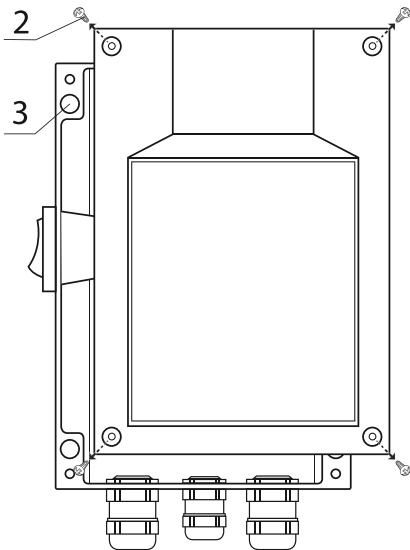

Рис. 2
- Снять переднюю крышку прибора, отвинтив саморезы — **2** (см.рис. 2);
- Закрепить регулятор на поверхности при помощи крепежных отверстий — **3** (см.рис. 2) в задней стенке прибора;